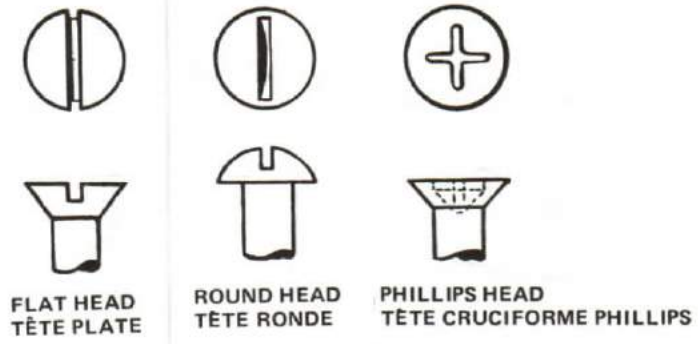
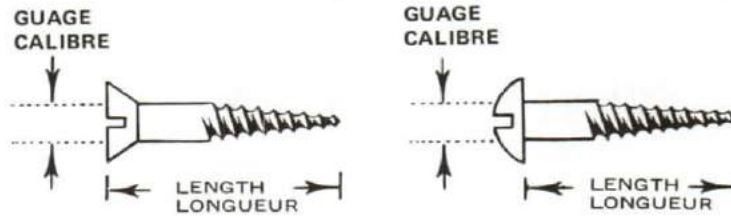

Figure 9-23
Figure 9-24
1. Screws come in a variety of sizes and shapes. See Figure 9-23. The most common are the flat head, round head, and Phillips head. A screw is described by its length and its gauge or diameter. The length of a flat head screw is the total length; that of a round head screw is the length from shoulder to tip. See Figure 9-24.
1. Les vis se font sous plusieurs longueurs et formes (voir la figure 9-23). Les plus communes sont la vis à tête plate, la vis à tête ronde et la vis cruciforme Phillips. On désigne une vis par sa longueur et par son calibre ou diamètre. La longueur d'une vis à tête plate est sa longueur hors-tout. La longueur d'une vis à tête ronde se mesure du bas de la tête à l'extrémité (voir la figure 9-24).